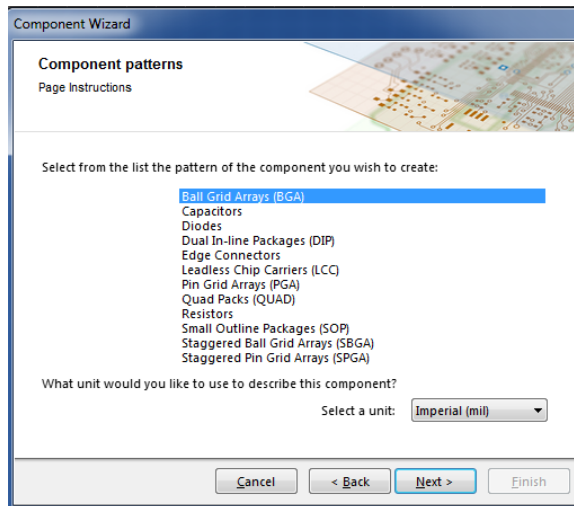

Рис. 3.3
3) Натисніть кнопку **Next**. На вкладці, що відкрилася (Рис. 3.3), виставте метричну систему вимірювання та оберіть **Dual In-line Packages (DIP)** зі списку типів створюваних компонентів. Натисніть **Next**.